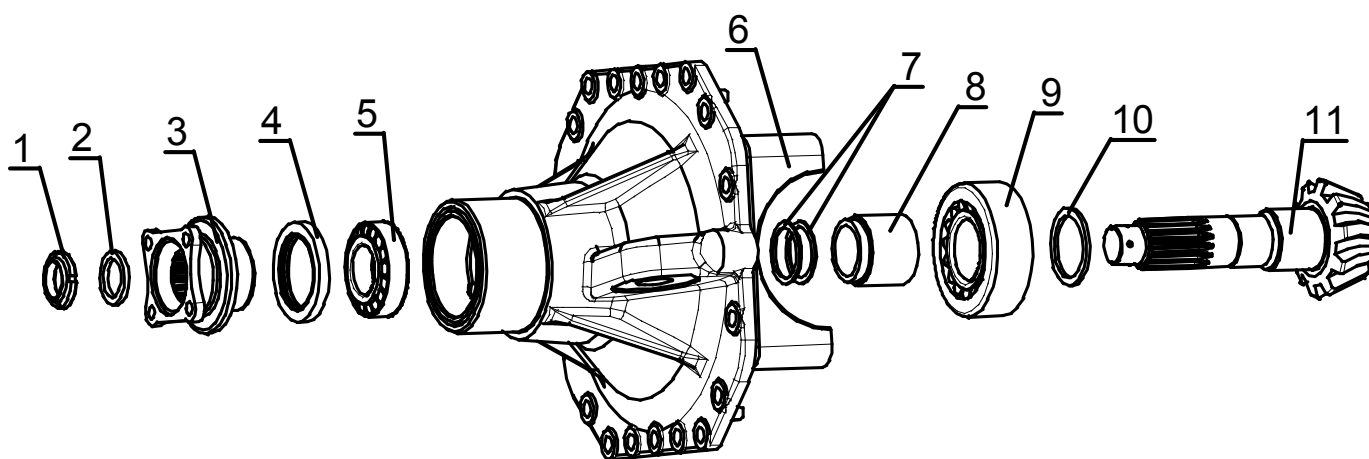

Рис.5.20
7) промаркируйте наружные обоймы подшипников (8), (рисунок 5.20), чтобы обеспечить правильность последующей сборки;
- 8) раскертите гайку (1), (рисунок 5.20), застопоренную на валу-шестерне (11);
- 9) застопорите фланец (3), (рисунок 5.20), или шестерню (11) и отверните гайку (1);
- 10) снимите шайбу (2), (рисунок 5.20), и фланец (3);
- 11) достаньте шестерню (11), (рисунок 5.20), с шайбой (10), внутренней обоймой подшипника (9), дистанционной втулкой (8) и регулировочными шайбами (7);
- 12) для демонтажа подшипника (5), (рисунок 5.20), достанте манжету (4);